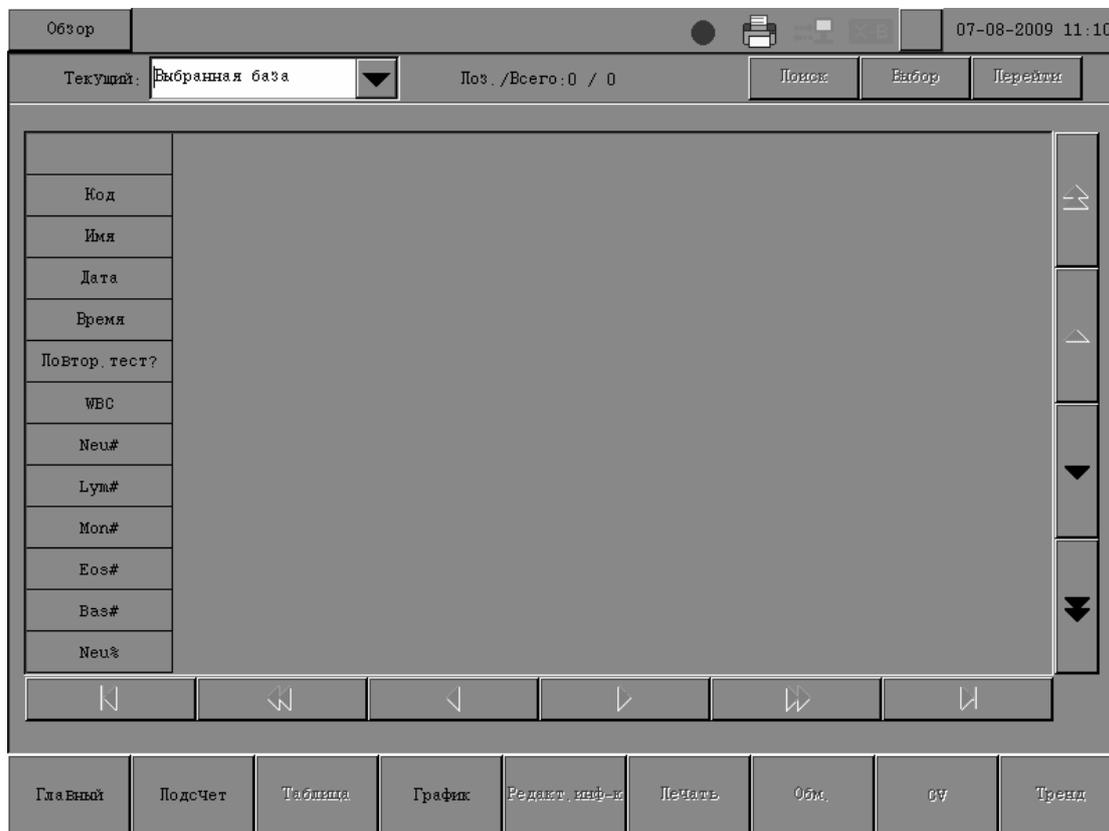

Рисунок 7-10 Экран «Просмотр таблицы» (выбранная база данных)
3. **НАЖМИТЕ** кнопку «Отменить», чтобы отменить выбор результатов проб в позициях 1–5 базы данных проб, затем откройте экран «**Просмотр таблицы**» выбранной базы. Результаты выбранных проб с 1 по 5 больше не выделяются (Рисунок 7-10).